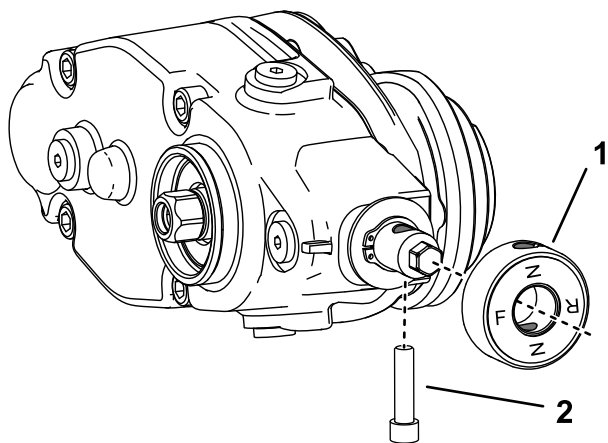

Figura 8
7. Se state montando il groomer sul lato sinistro della macchina, eseguite i seguenti passaggi (Figura 8):